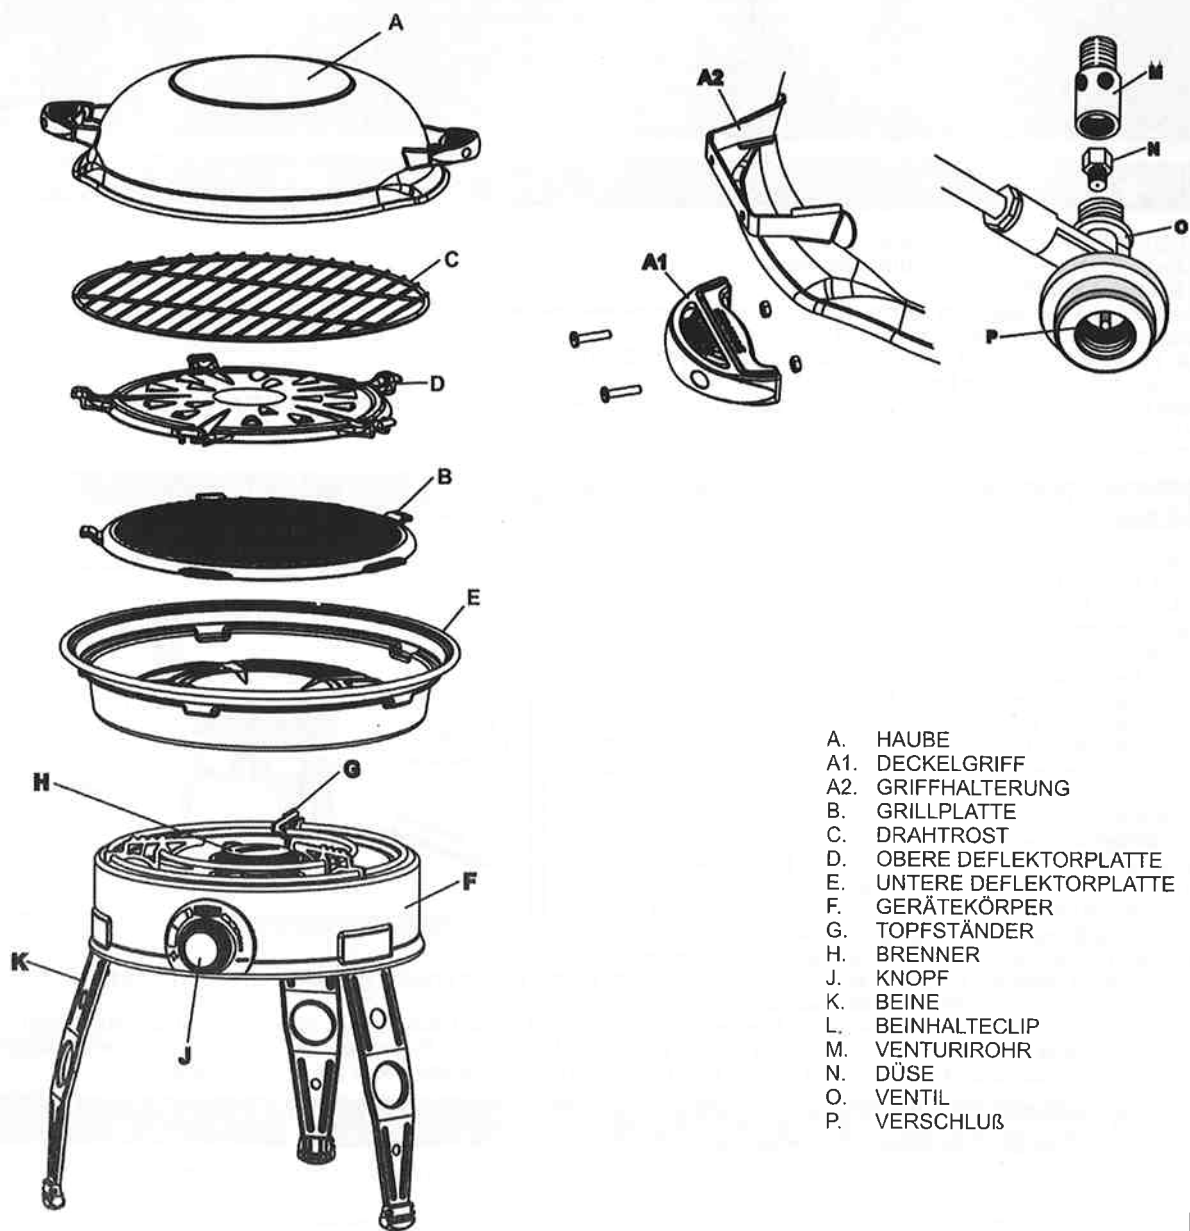

Fig. 1
- Bringen Sie die Griffe (A1) an der Haube/den Wok (A) an, indem Sie sie auf die Griffklammern drücken (A2) und mit den gelieferten Schrauben und Muttern befestigen. (Siehe Abb. 1)
- Bewegen Sie das Gerät nicht während des Gebrauches, da dies zu einem Lodern der Flamme führen kann. Sollte die Flamme lodern, überprüfen Sie zunächst, ob die Luftlöcher in dem Venturirohr (M) nicht blockiert sind (siehe Abbildung 1). Lodern kann auch auftreten, wenn Lebensmittel mit einem hohen Fettgehalt bei zu starker Flamme gegrillt werden. Verringern Sie in einem solchen Falle die Hitze durch Einstellung des Regelknopfes.
- Zur Reinigung der Deflektorplatten und des Drahtrostes (C) waschen Sie diese in warmen Wasser mit einem nicht scheuernden Reinigungsmittel, wie beispielsweise 'Cadac Clean', nachdem Sie zunächst sämtliches vom Kochen überschüssige Fett abgewischt haben.
- Säubern Sie die Haube (A) mit warmen Wasser und einen nicht-scheuerndem Reinigungsmittel.
- Ihr Cadac Safari Chef ist zur Regulierung der richtigen Gasmenge mit einer Cadac Nr. 0325 Düse ausgerüstet (siehe Abbildung 1). Wenn die Düse verstopft ist, sollte sie ausgetauscht werden. Versuchen Sie nicht, die Düse zu reinigen, da die Öffnung sonst beschädigt und das Gerät unsicher werden könnte.
- Zum Auswechseln der Düse (N) schrauben Sie den Brenner (H) ab und entfernen Sie die Nutmutter. Das Ventil (O) und das Venturirohr (M) können so vom Gerätekörper (F) entfernt werden. Schrauben Sie das Venturirohr von dem Ventil ab, um an die Düse zu kommen. Schrauben Sie die Düse mit einem geeigneten
- Zum Anschließen einer neuen Düsen (N) befolgen Sie die obige Vorgehensweise in umgekehrter Reihenfolge. Drehen Sie die Düse nicht zu fest.
- Zum Auswechseln (P) des Verschlusses an dem Ventil entfernen Sie den alten Verschuß durch vorsichtiges Herausheben aus der Position am Ventilgrund. Überprüfen Sie, daß die Lage des Ventils sauber und unbeschädigt ist, und setzen den neuen Verschuß auf (siehe Abbildung 1).